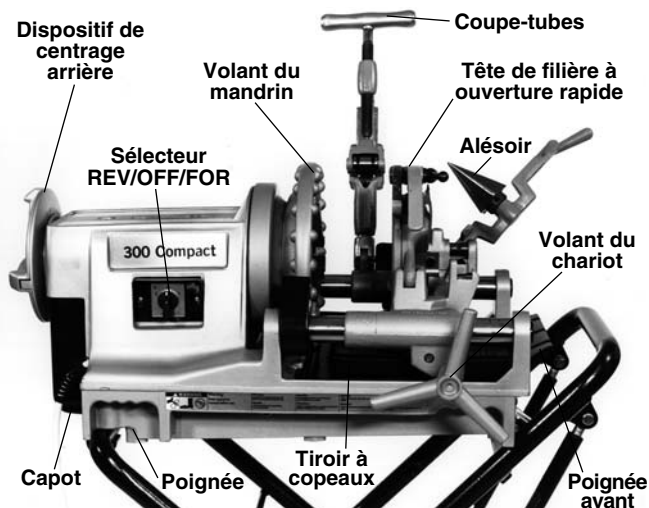

Figure 2 – Machine à fileter Modèle 300 Compact
1. Vérifiez que la machine à fileter est débranchée et que le sélecteur directionnel est en position OFF (arrêt) (Figure 2).